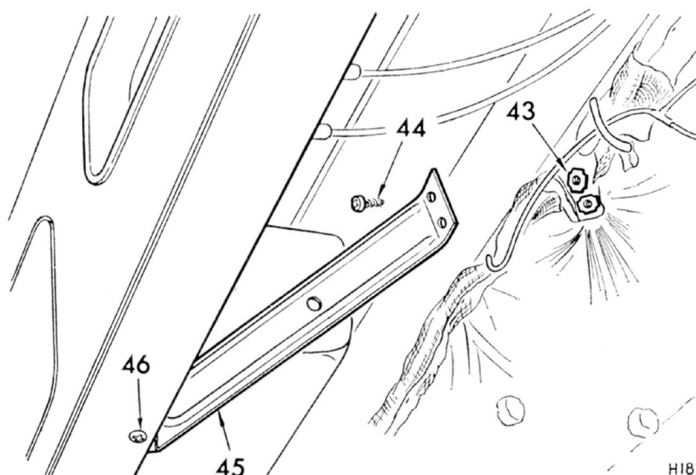

Fig. 110. Fixation du renfort de tableau de bord
Pour tous les modèles sauf Herald 13/60 : retirer deux vis (46) retenant le support de boîte à gants (48) à la carrosserie (Fig. 103) et retirer les sept vis (32) retenant la partie supérieure du tableau de bord et les enjoliveurs de sortie d'aération à l'encadrement de pare-brise (Fig. 110). Retirer quatre vis (54), deux de chaque côté, retenant le renfort (41) aux côtés du tableau de bord (Fig. 103).
Pour le modèle Herald 13/60 uniquement : retirer deux vis (44) retenant le renfort de tableau de bord (45) à la carrosserie (Fig. 110) et une vis (51) retenant le support de commande de starter (54) à la carrosserie.